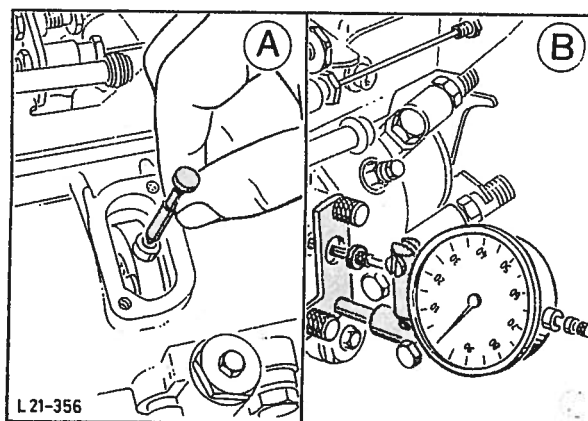

Fig. 75 Monter måleuret med spesialverktøy 21-089.
50. Demonter pumpens sidedeksel fra innsprøytningspumpen, (2 bolter) og monter måleuret med spesialverktøy 21-089. Drei pumpen inntil følerpinnen går i inngrep i innstillingssporet. Null-still måleuret, fig. 75.